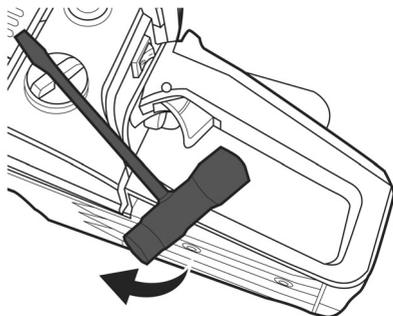

Fig. 14
- > Essuyez les éventuelles coulures de carburant avec un chiffon et remettez en place le bouchon du réservoir [28]. Serrez bien le bouchon [29] à l'aide de la clé mixte fournie [32] (Fig. 14).
> Essayez les éventuelles coulures avec un chiffon et remettez en place le bouchon du réservoir [28]. Serrez bien le bouchon [28] à l'aide de la clé mixte fournie [32] (Fig. 14).